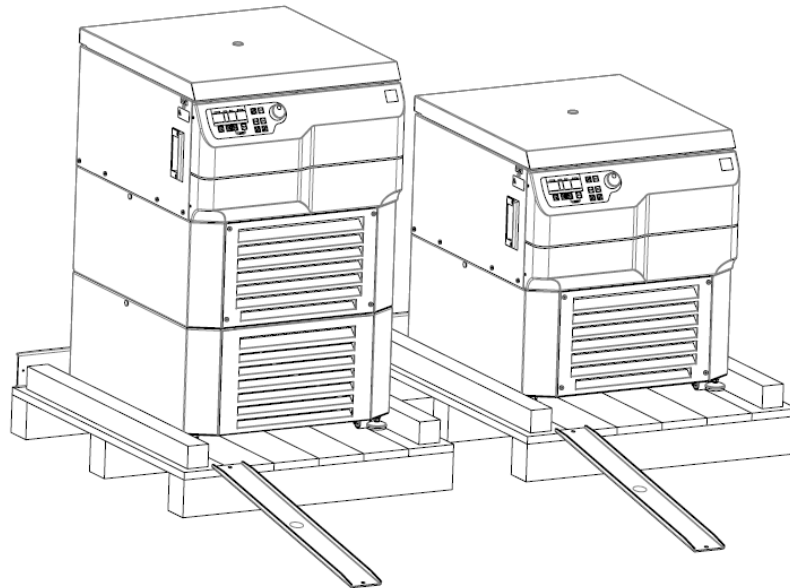

Abbildung 2
- Entfernen Sie die Metallstangen, die an der Palette befestigt sind, und befestigen Sie sie an der Vorderkante der Palette, damit sie als Rampe verwendet werden können (siehe Abbildung 2). Verwenden Sie die gleichen Schrauben und achten Sie auf eine sichere Verschraubung.
- Bewegen Sie die Zentrifugenfüße mit dem mitgelieferten Gabelschlüssel nach oben, bis sie auf den Rollen stehen (siehe auch Abbildung 2).